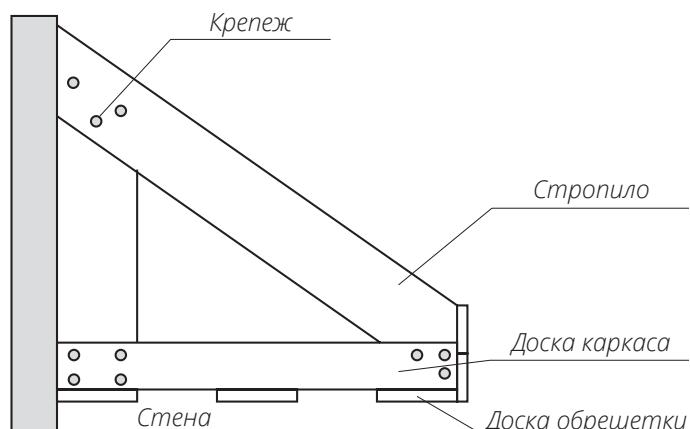

Рис. 4
- Со стороны стены и лобовой доски прибейте две доски для крепления к ним доборных элементов и планок софита. Если длина свеса более 80 см, используйте три точки крепления для софита (рис. 4). Доски должны быть достаточной ширины, чтобы закрепить в них и доборные элементы, и софиты, например 100 мм.